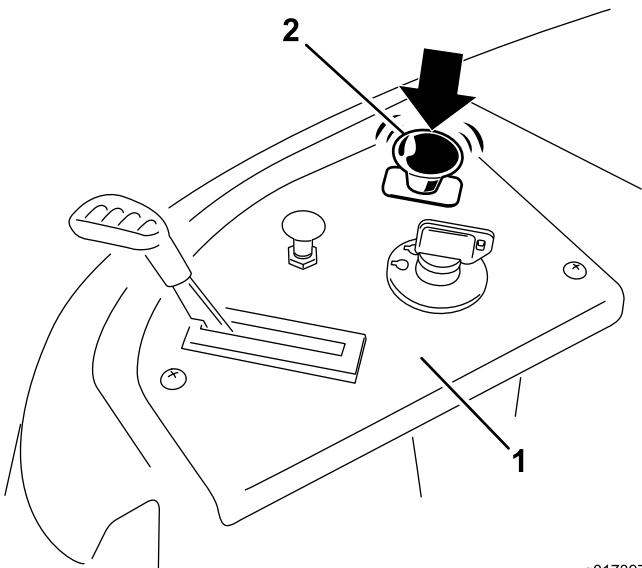

Figura 17
Presione hacia abajo del mando de control de las cuchillas para desplazarlo a la posición de Desengranado y desengranar las cuchillas (Figura 17).
- Desengrane las cuchillas moviendo el mando de control de las cuchillas a Desengranado (Figura 17).